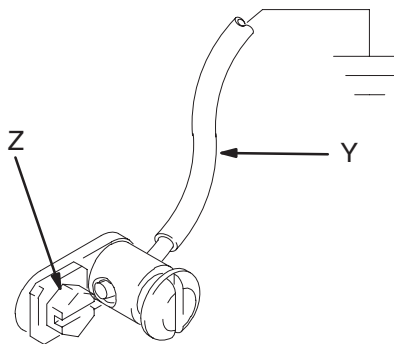

Fig. 1
- *Pumpe:* Bruk en jordledning og klemme slik som vist i Fig. 1.
Pumpen jordes ved å ta av jordingsskruen (Z) og stikke den gjennom koplingsøyet i enden av jordledningen (Y). Fest jordingsskruen på pumpen igjen og trekk den godt til. Jordledningens andre ende koples til en god jordforbindelse. Se Fig. 1. Bestillingsnummer for jordingsledning og klemme er 222011.